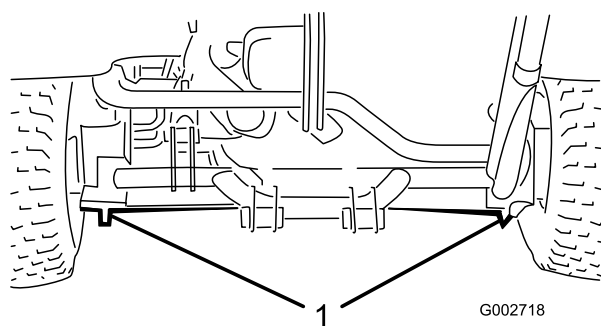

Figure 19
- Côté gauche ou droit, sous le moteur de roue arrière ou le cadre (Figure 19).